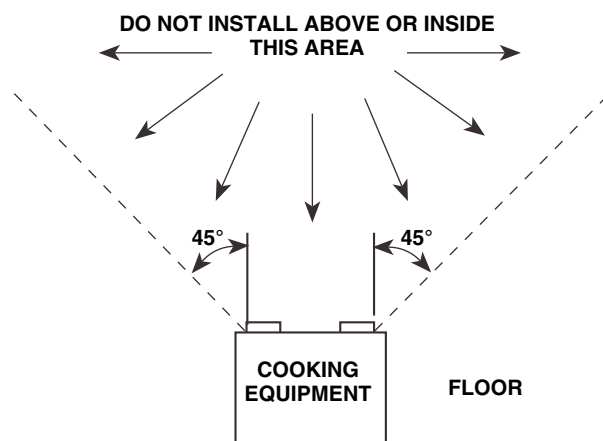

FIGURE 8
- **Voir Figure 8.** Ne pas utiliser dans les espaces réservés à la cuisson.